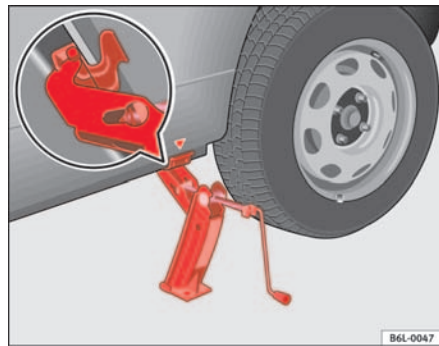

Fig. 135 Colocación del gato
- Posicione el gato de modo que su garra envuelva el nervio del larguero inferior y que la placa base móvil se apoye plana sobre el suelo ⇒ fig. 135.